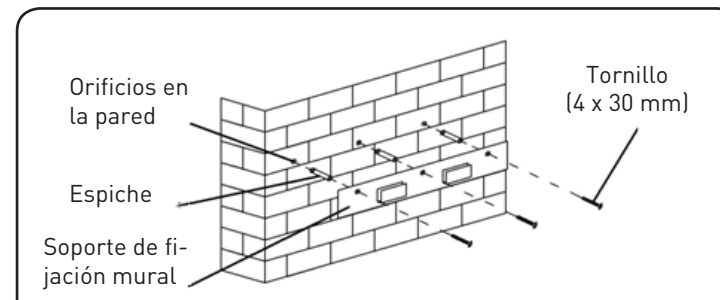

Figura 4
- Taladre 3 orificios donde fijar el soporte. Fije a la pared el soporte de fijación mural utilizando los tornillos y espiches suministrados con el aparato. (Figura 4)